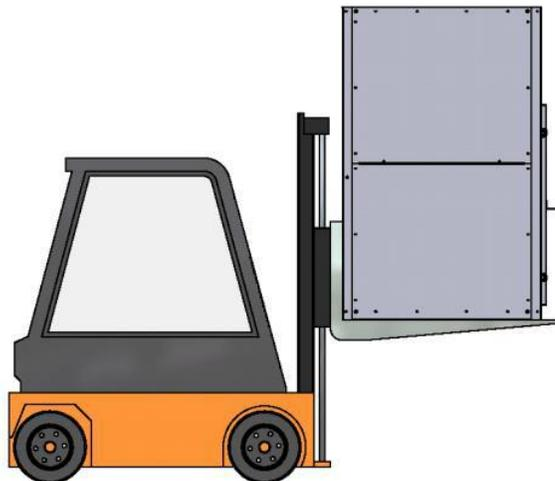

Figura 4
- 4.5. Para descargar la subestación utilice un montacargas provisto de brazos lo suficientemente largos para cruzar la base de la subestación y poder soportar de manera correcta la subestación (ver Figura 4).